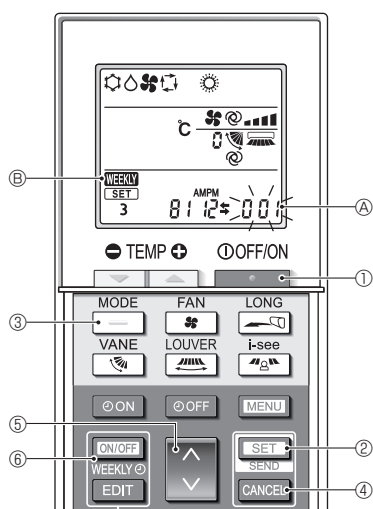

Fig. 5-12
5.10.8. Cómo desactivar el funcionamiento en modo Auto (Fig. 5-12)
1. Pulse el botón **TEMP** ⑤ para detener el acondicionador de aire.
- Si el temporizador semanal está activado, pulse el botón **ON/OFF WEEKLY** ⑥ para desactivarlo. (**WEEKLY** ⑥ desaparece).
2. Pulse el botón **SET** ③ durante 5 segundos.
- El equipo entra en el modo de ajuste de funciones. (El número de ajuste del modelo de grupo ④ parpadea).
3. Pulse el botón **UP** ④.
4. Completar los ajustes (Fig. 5-12)